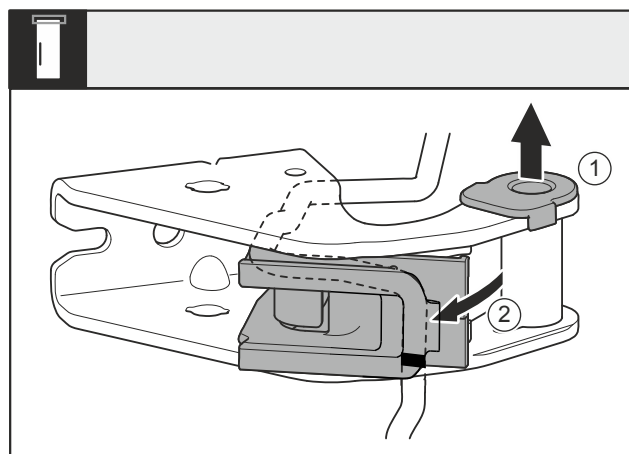

Fig. 15
- Retirer le coussinet Fig. 15 (1) du guide.
- Faire pivoter le support de câble Fig. 15 (2).